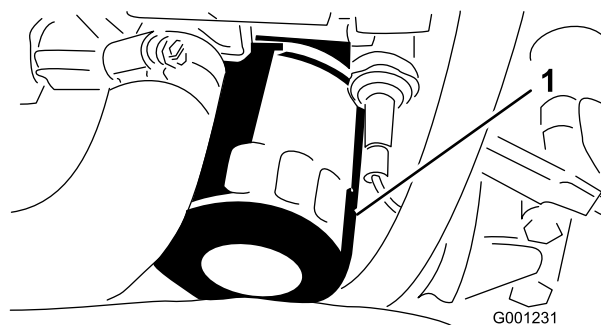

Bild 48
8. Entfernen und wechseln Sie den Ölfilter aus (Bild 48).